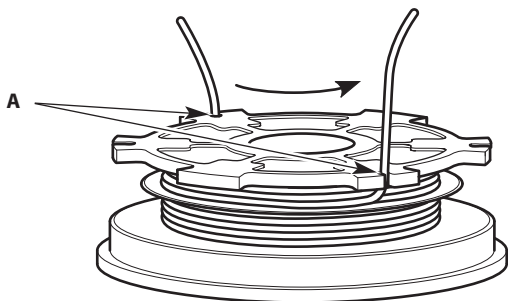

Fig. 6
3. Insert the two 6-inch ends into the two .095 holding slots (Fig. 6).
4. Insert the two 6-inch ends into the two .095 holding slots (Fig. 6).
3. Insérez les deux extrémités de 15 cm (6 po) dans les deux fentes de retenue de .095 (Fig. 6).
4. Insérez les deux extrémités de 15 cm (6 po) dans les deux fentes de retenue de .095 (Fig. 6).